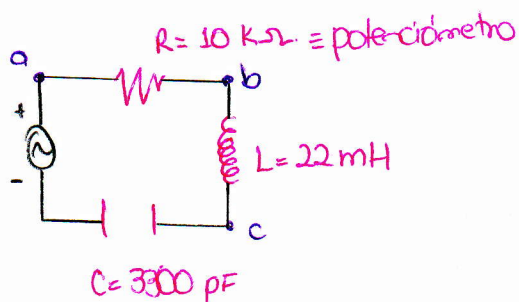

Fig. 4
- Debe insertarse el circuito usado en el laboratorio, como el mostrado en Fig 4.